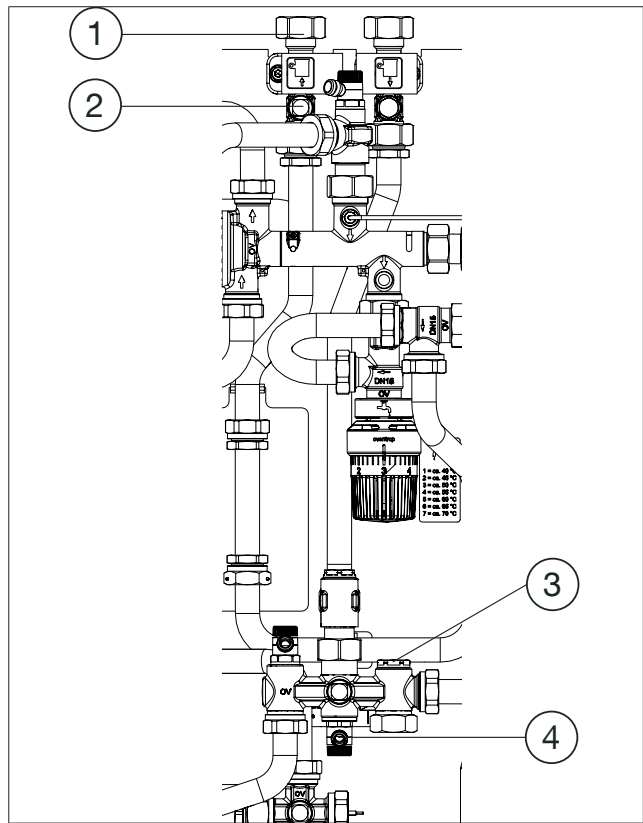

Abb. 9: Ausbau Stopfen Regudis Regudis W-HTO Duo
- Schrauben (SW 22) Sie den Blindstopfen aus dem Verteiler heraus (siehe Abb. 9).
- Schrauben (SW12) Sie den Verschlussstopfen aus dem Gehäuse heraus (siehe Abb. 9).